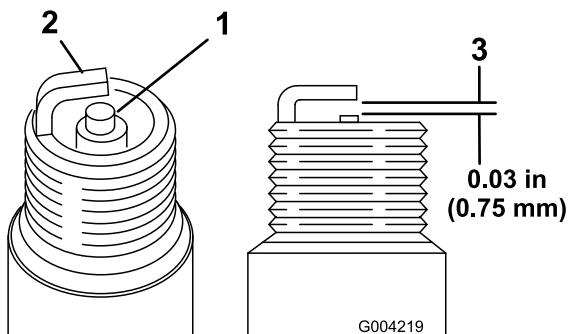

Figure 51
1. Examinez le centre des bougies (Figure 51). Si le bec de l'isolateur est recouvert d'un léger dépôt gris ou brun, le moteur fonctionne correctement. S'il est couvert d'un dépôt noir, c'est généralement signe que le filtre à air est encrassé.
2. Contrôlez l'écartement entre l'électrode centrale et l'électrode latérale (Figure 51).
3. Courbez l'électrode latérale (Figure 51) si l'écartement est incorrect.